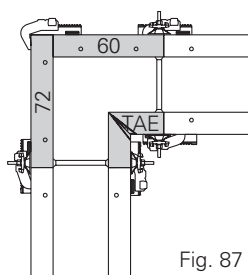

Fig. 87
- Ved anvendelse af TRIO Alu-forme kan hjørnet forskalles og afforskalles uafhængig af kran. Fig. 87.